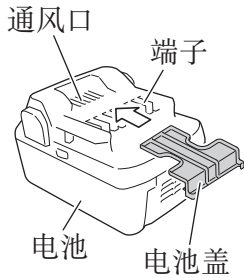

图6
- 为防止发生短路，应将电池装入工具中或者在存放时牢固地插入电池盖，直至看不到通风口。（参照图6）